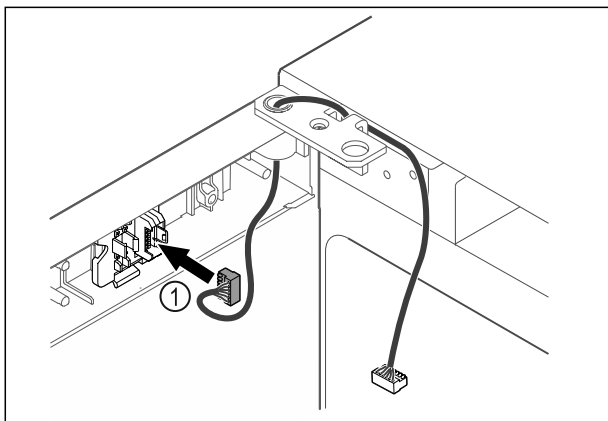

Fig. 42
- Zasuňte zástrčku Fig. 42 (1) do držiaka zástrčky.